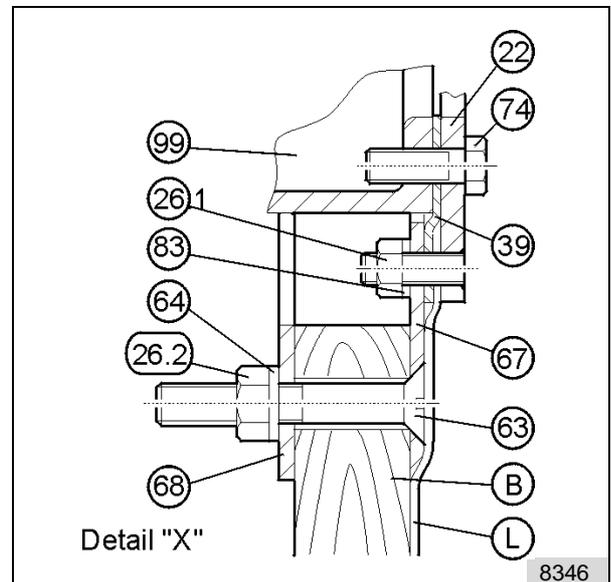

fig.18: Détail X
Accrocher le liner (L). Serrer à fond le liner (L) et le joint plat (39) ensemble avec la bague de serrage (22) et découper le liner (L). Monter la pièce à sceller (92) sur la bague de serrage (22) avec les vis (74). Voir aussi le détail X à la Fig.18.